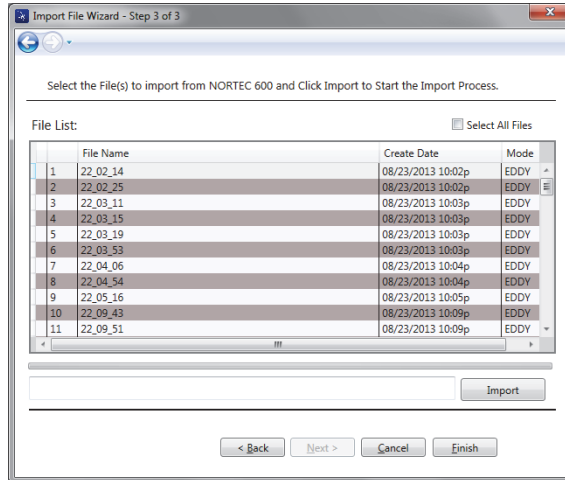

**Figura 6-2 Seleção da pasta no assistente de importação de arquivo**
2. Use o botão **Browse** para selecionar a localização da pasta onde se deseja salvar os arquivos importados e, em seguida, clique em **Next** (veja Figura 6-2 na página 308).